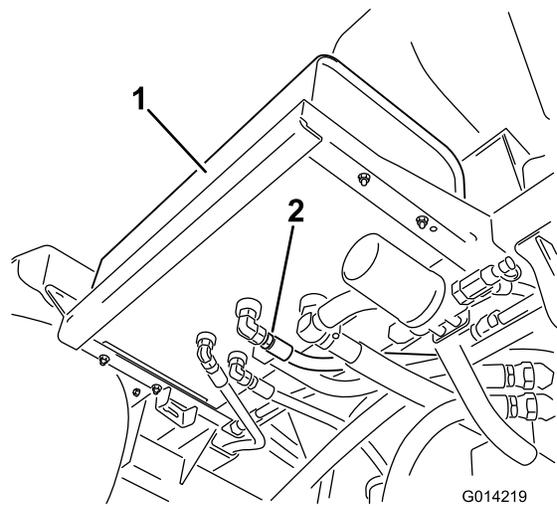

图93
2. 清洁液压油箱底部的 1 个液压软管接头周围的区域（图93）。
4. 从油箱上拆下软管接头，将油排放到盘中（图93）。